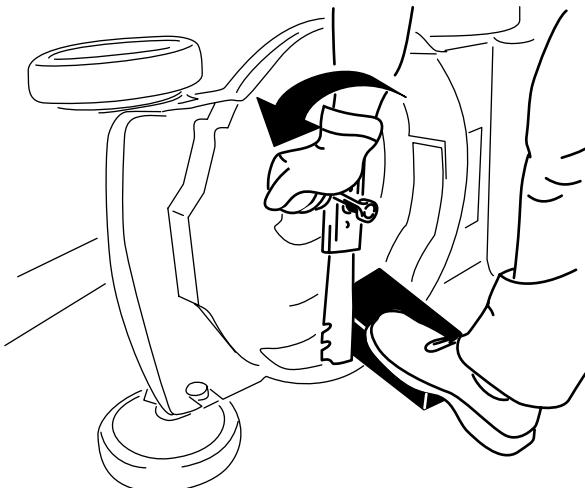

Figure 25
- Immobilisez la lame avec un morceau de bois (Figure 25).
- Déposez la lame mais ne jetez pas les fixations (Figure 25).